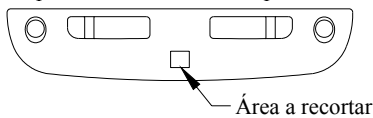

Figura 1
①	Cant. (2)	Perno hexagonal, M12 x 1.75 x 45 CL10.9	④	Cant. (2)	Tuerca, M12 x 1.75
②	Cant. (4)	Arandela cónica, 1/2"	⑤	Cant. (4)	Perno hexagonal, M10 x 1.5 x 35 CL10.9
③	Cant. (2)	Espaciador, 2" x 1-1/2" x 1/4"	⑥	Cant. (4)	Arandela cónica, 3/8"
* **NOTA:** Los vehículos del modelo deportivo 1999 necesitan un recorte extensivo de la placa protectora. Vea la Figura 1. **CONSULTE CON EL PROPIETARIO DEL VEHÍCULO ANTES DE HACER EL RECORTE.**